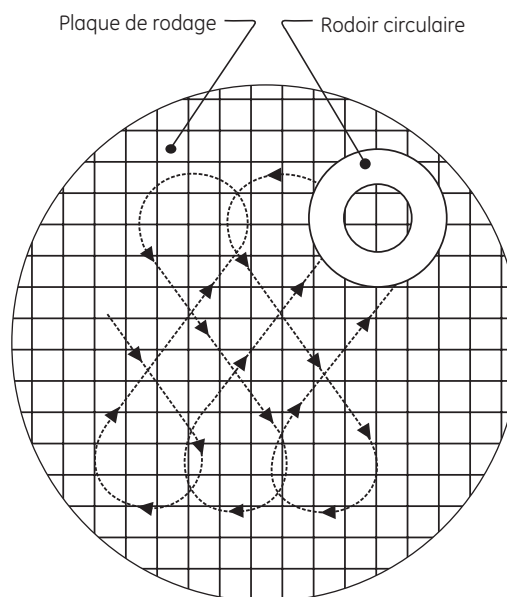

Figure 37 : Modèle de rodage
Pour remettre en état les rodoirs circulaires, rodez-les sur une plaque de rodage plate en faisant un mouvement en forme de huit (Figure 37). Afin de garantir les meilleurs résultats, remettez les rodoirs circulaires en état après chaque utilisation. Utilisez un plan optique pour vérifier la qualité du rodoir.
- b. La dimension « A » (voir Figures 37 et 38) dépasse A max. dans le tableau 6.